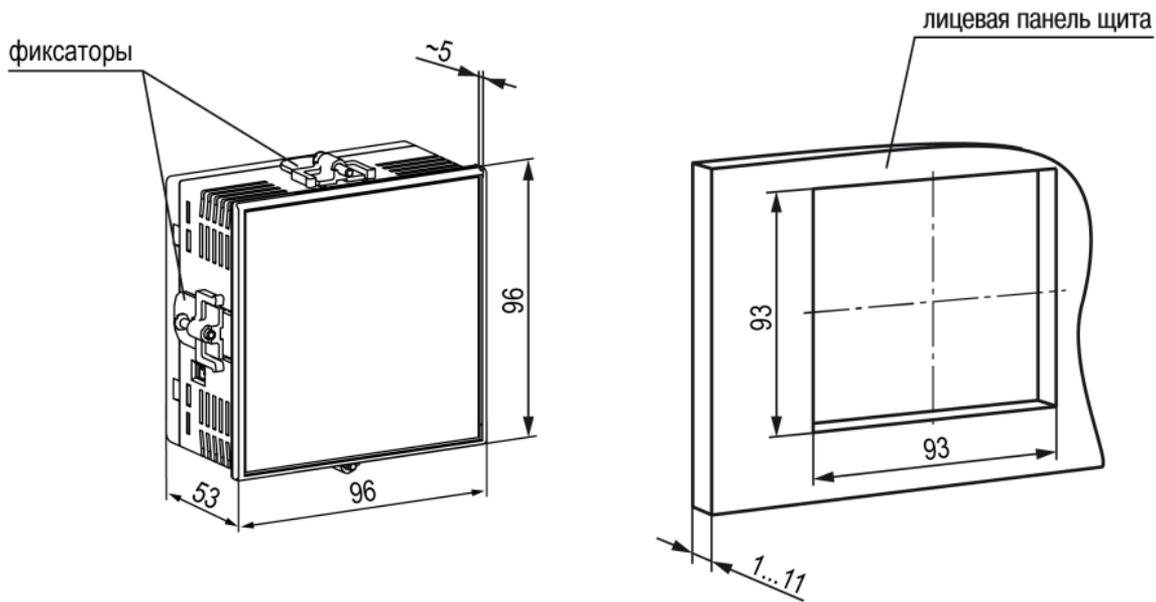

Рисунок 4.2 – Габаритные размеры корпуса Щ1 и монтажного отверстия в щите
1. Подготовить в щите управления монтажный вырез для установки прибора (см. *рисунок 4.2*).